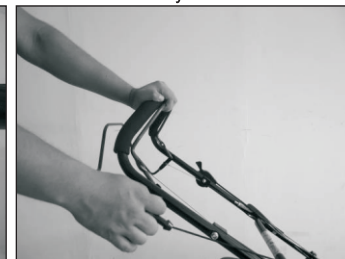

Fig. 9B
- Sujete el mango del arrancador como se muestra en la Fig. 9B y levántelo rápidamente. Devuélvalo lentamente al perno guía de la cuerda después de que el motor comience. Suelte la manija de control del freno para detener el motor y la cuchilla.